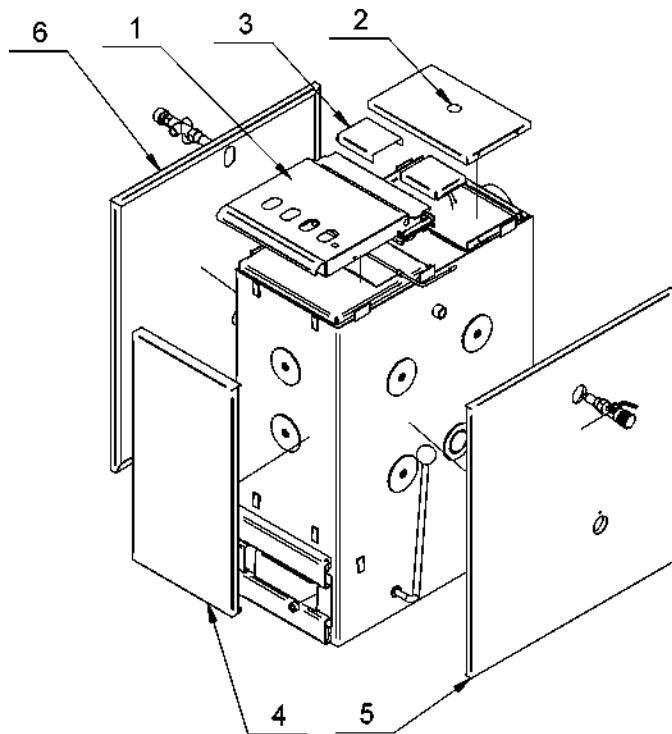
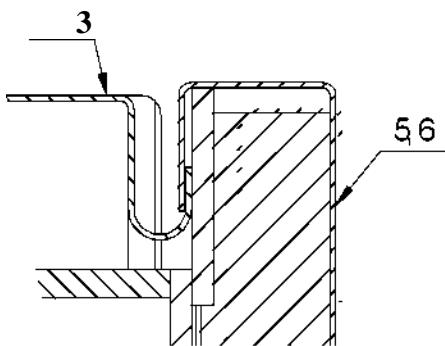

рис. 6
рис. 7
6. На корпус котла установить кожухи - см. рис. 6.
- На загрузочную дверцу установить кожух загрузочной воронки поз. 1 на рис. 6 и привинтить его сбоку четырьмя саморезами в предварительно просверленных отверстиях.
- Монтаж кожуха теплообменника, поз. 2 на рис. 6, выполнить таким же образом, как указано в пункте а).
- Центральные кожухи поз. 3 на рис. 6 вложить ровной частью под фланец и отжать к краю котла (см. деталь закрепления центральных кожухов рис. 6).
- Передний кожух поз. 4 на рис. 6 установить более широким подвесным краем под нижние захваты на корпусе, прижать его к котлу и задвинуть в верхние захваты.
- Установку боковых кожухов поз. 4, 5 на рис. 6 выполняем таким же образом, как указано в пункте d). При установке кожухов в верхние захваты проследите за тем, чтобы верхний подвесной край вошел в желобок центрального кожуха поз. 3 на рис. 6 и за счет этого был закреплен (см. деталь закрепления центральных кожухов рис. 7).